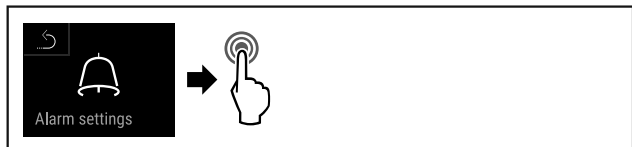

Fig. 152
- ▶ Eseguire i passi (vedere Fig. 152) .